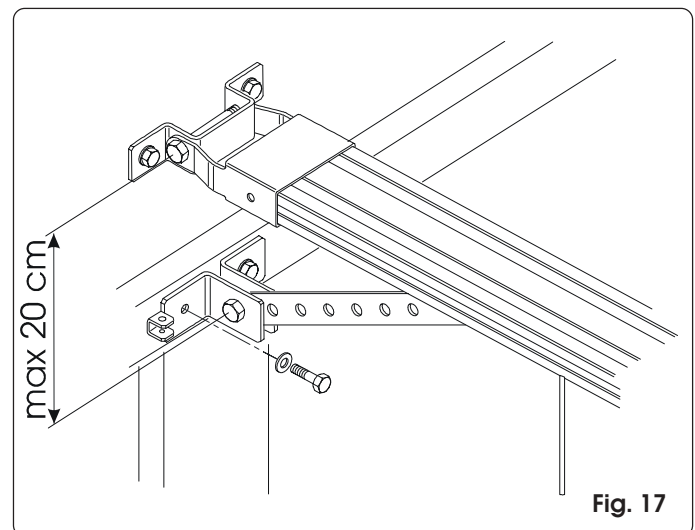
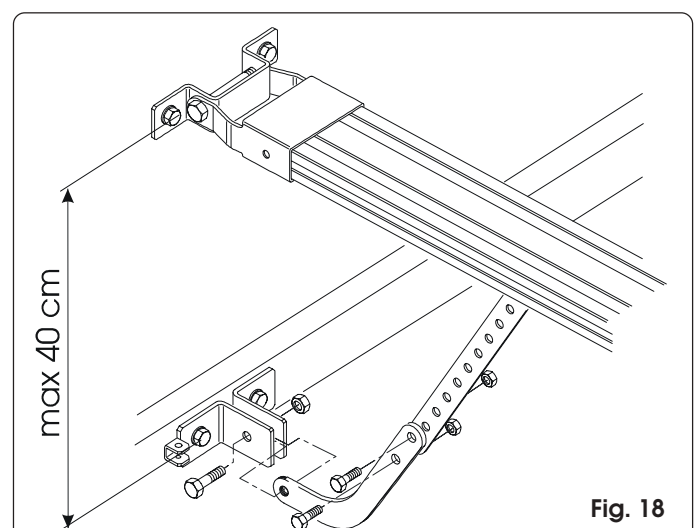

Fig. 17
Fig. 18
- 4) Controllare che la distanza tra gli interassi dei fori di fissaggio dell'attacco anteriore e dell'attacco sulla porta non sia superiore a 20 cm (fig. 17). Per un corretto funzionamento dell'automazione, si consiglia di evitare inclinazioni del braccetto superiori a 30° rispetto alla guida di scorrimento. Se si utilizza il braccetto curvo per porte sezionali (opzionale) eseguire l'assemblaggio con il braccetto dritto del carrello come indicato in fig. 18. Per migliorare l'efficienza del sistema antisciacchiamento, si consiglia di fissare l'attacco sulla porta sezionale il più in basso possibile, senza superare però la distanza di 40 cm dall'attacco anteriore dell'operatore.